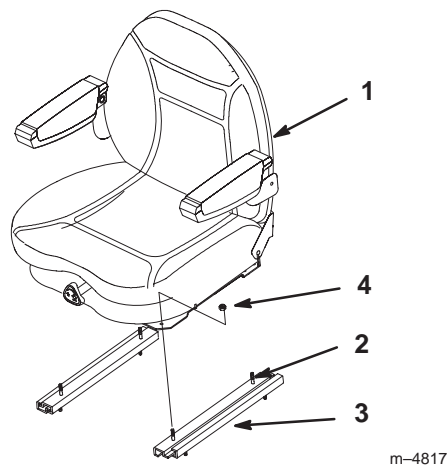

Figure 5
2. Placez le siège sur les goujons dans les glissières réglables (Fig. 5).
3. Placez les écrous sur les goujons (Fig. 5).